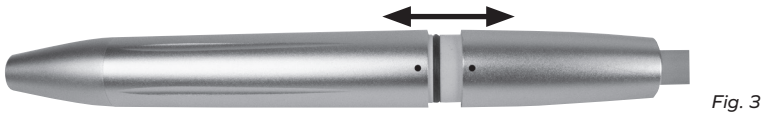

Fig. 3
1. Deslice la pieza de mano esterilizada en autoclave hasta que quede firme (Fig. 3).
2. Coloque el dial de ajuste del flujo de agua en la posición máxima, sostenga la pieza de mano sobre el fregadero o el desagüe y active el pedal durante 30 segundos para purgar la línea de agua. Retire la funda de la pieza de mano (Fig. 3).